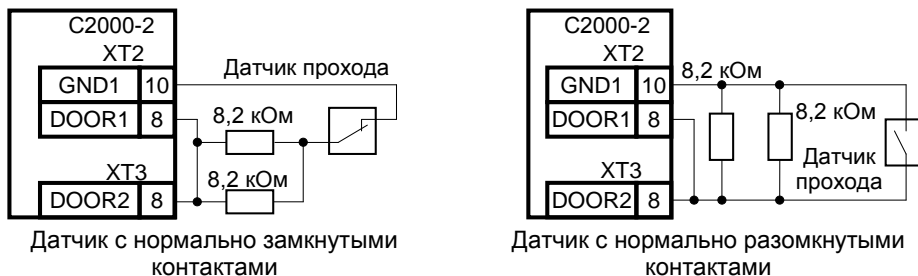

Рисунок 21. Схема подключение одного датчика прохода (поворота)
4.9.2 Если турникет имеет один датчик проворота, срабатывающий при любом направлении прохода, то он подключается параллельно к соответствующим входам обоих каналов контроллера, как показано на рис. 21.
4.10.4 Если вместо двух датчиков проезда используется один, то он подключается параллельно к соответствующим входам обоих каналов контроллера (см. рис. 21).